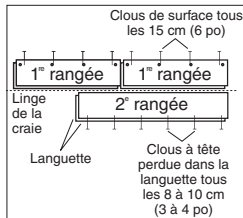

Figure 7
- Utiliser les planches les plus longues et les plus droites pour les deux premières rangées. Dans le cas de produits pris au hasard et d'autres largeurs, utiliser la planche la plus large pour la première rangée. Aligner la languette de la première rangée sur la ligne tracée. La rainure doit faire face au mur de départ. Percer des avant-trous à 13 mm (1/2 po) à partir du bord arrière (rainure), à 2,5 – 5 cm (1 – 2 po) de chaque extrémité, et à des intervalles de 15 cm (6 po) si possible (Figure 7). Fixer à l'aide de clous de finition 4 ou 6d, ou de clous à finir/tête de diamant de 2,5 cm (1 po) pour cloueuse pneumatique. Noyer les clous.